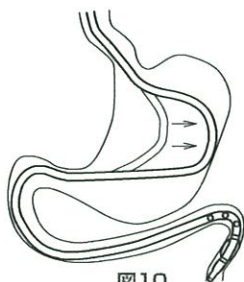

図10
15. チューブが抜けないように注意しながら、ガイドワイヤー挿入用キャップを緩め(反時計方向)、X線透視下でガイドワイヤーを抜去する。そしてイレウスチューブをさらに挿入し、胃内でたるませる (図10)。